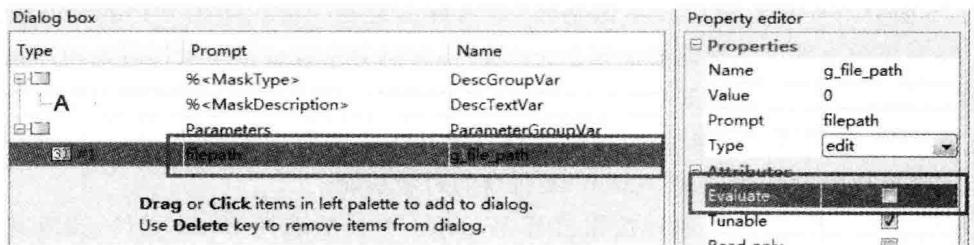

图 11.3-2 封装 edit 类型参数 g\_file\_path
**注意：**不勾选文件路径的 Evaluate 属性，这个属性的意思是将参数内容作为参数调用 eval() 函数。因为参数的内容是一个字符串，不作为变量使用，不需要再进行一次 eval()。Mask Editor 中参数及属性设定如图 11.3-2 所示。